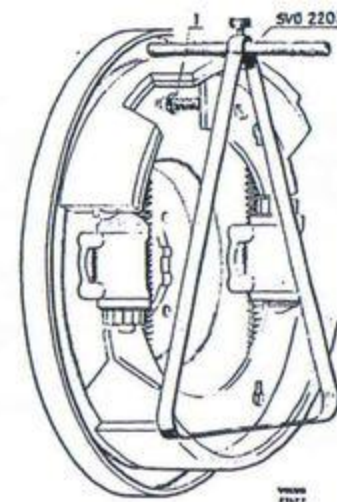

Bild 129. Kontroll av inställning.
5. Montera bromsbackarna och tag bort låstrådarna. Kontrollera bromsbackarnas läge, vilket om navet är borttaget kan ske med hjälp av verktyg SVO 2203. Anbringa därvid verktyget mot bromsbackarna enligt bild 129. Lossa låsmuffern och ställ in stödskraven (1) så att bromsbelägget ligger mot pinnen utefter hela bredden. Dra åt låsmuffern. Vrid verktyget och ställ in den andra bromsbacken på samma sätt. Kontrollera att båda backarna är rätt inställda.